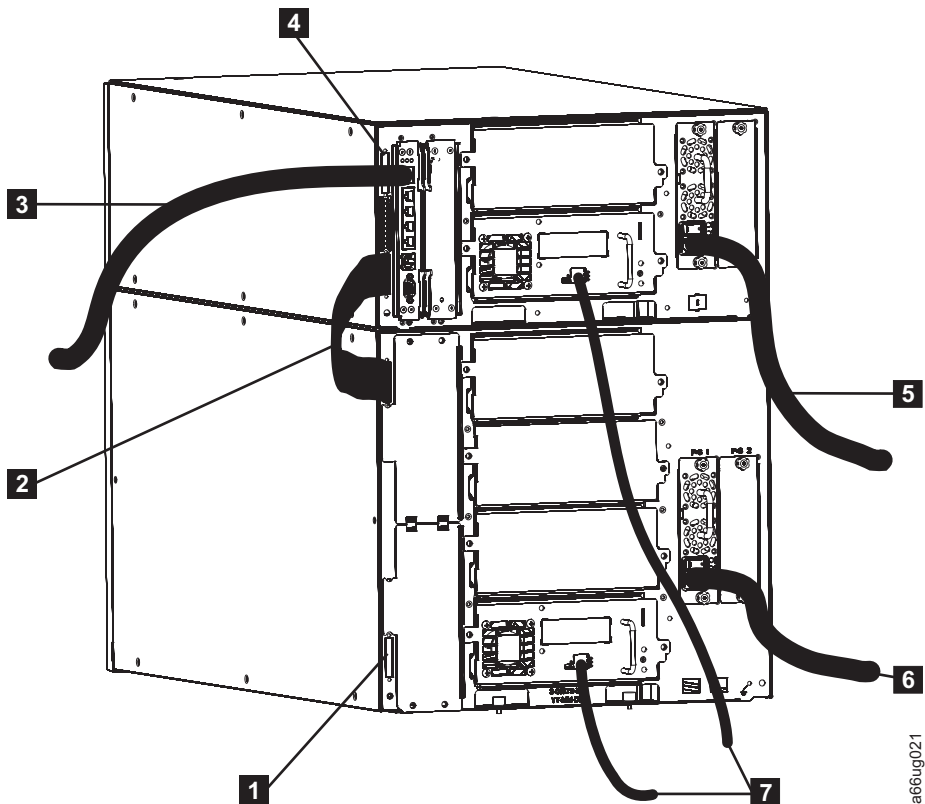

Figura 3-2. Cableado de una biblioteca de 14U
- Dos terminadores del módulo de comunicación (**1** y **4** de la Figura 3-2 en la página 3-3)
- Cable de comunicación de módulo a módulo (**2** de la Figura 3-2 en la página 3-3)
- Conecte el cable de alimentación a cada fuente de alimentación (**5** y **6** de la Figura 3-2 en la página 3-3), a continuación, a la toma de alimentación.